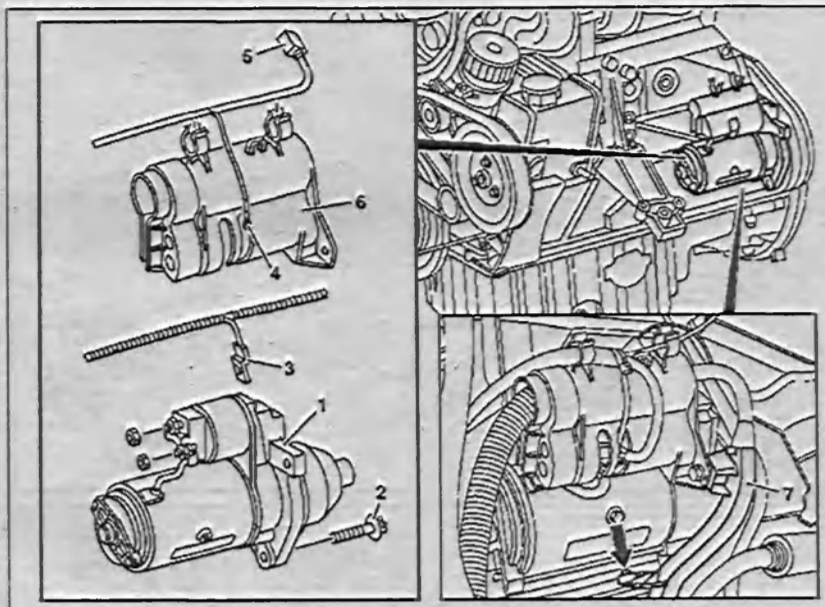

Рис. 3.55. Снятие и установка стартера:
2. Отсоедините трубопровод 7 с проводами генератора и открутите болт его крепления к поддону (стрелка) (рис. 3.55).